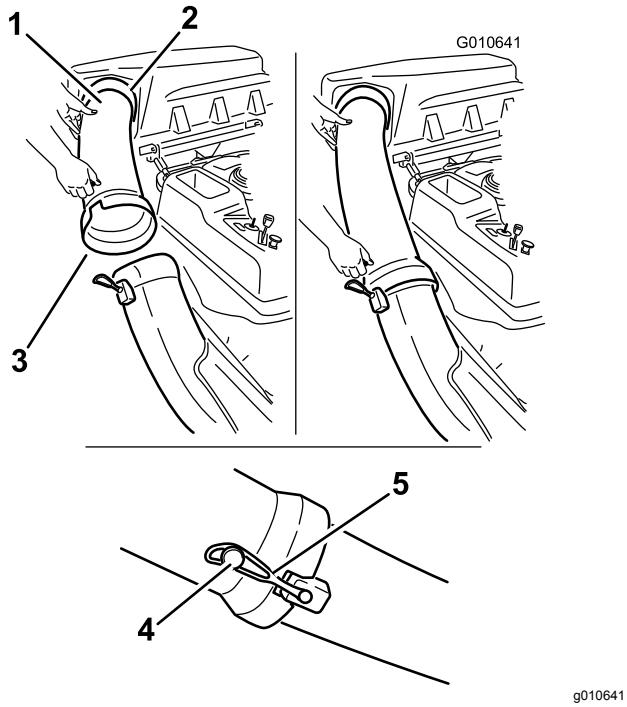

Figure 27
- Glissez l'extrémité courbe du tube d'éjection dans l'ouverture du couvercle du système de ramassage (Figure 27).
- Glissez l'extrémité évasée du tube d'éjection sur l'extrémité de la goulotte. Accrochez la sangle en caoutchouc de la goulotte à l'ergot situé sur le tube d'éjection pour la fixer en position (Figure 27).